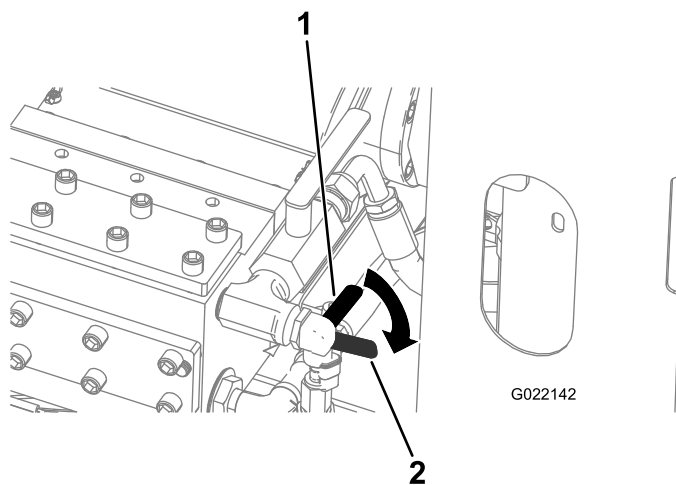

Figura 116
- A. Abra a válvula de anticongelante no lado dianteiro da bomba de fluido de perfuração (válvula inferior) como mostrado na Figura 116.
6. Feche a válvula de anticongelante (Figura 116).